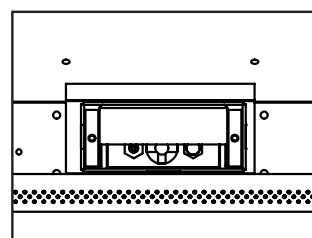

Figure 14. Assemblage de l'allumeur à côté du brûleur.
8. Réinstallez le brûleur, les panneaux de briques, l'ensemble de bûches, les braises et la porte vitrée. Référez-vous à la section INSTALLATION SECONDAIRE - INSTALLATION DE L'ENSEMBLE DE BÛCHE ET DES BRAISES dans votre manuel du propriétaire. Lorsque vous réinstallez le brûleur, assurez-vous que la relation entre le brûleur et le capuchon du pilote est similaire à ce qui est montré à la figure 14. Sur certaines unités, vous devrez porter une attention particulière lors de l'installation du brûleur que la tige d'ajustement du Venturi est correctement installée dans la pièce d'ajustement du Venturi, soudé sur le tube Venturi du brûleur.